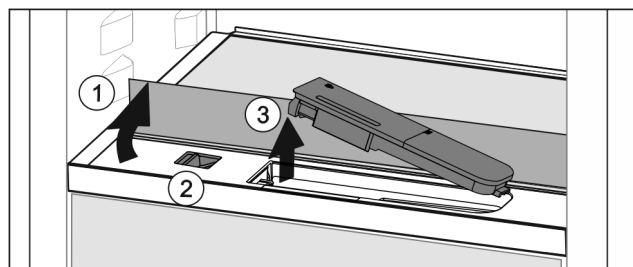

Fig. 43
- ▶ Skleněnou desku nadzvedněte a zaklapněte dozadu až na doraz Fig. 43 (1).
- ▶ Posuvník Fig. 43 (2) posuňte doleva.
- ▶ Vyjměte nádržku na vodu Fig. 43 (3).